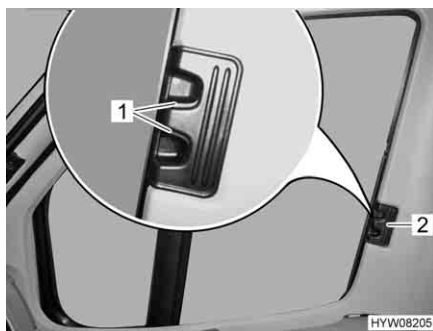

Fig. 86 Dispositif occultant plissé pour la fenêtre côté conducteur/passager
- Presser les poignées de déverrouillage (Fig. 86,1) et les maintenir pressées.
- Tirer les dispositifs occultants plissés pour les fenêtres côté conducteur et côté passager par la poignée (Fig. 86,2) vers l'autre côté de la fenêtre et les rassembler au niveau de la piste magnétique.
- Pousser les dispositifs occultants plissés pour les fenêtres côté conducteur et côté passager jusqu'à la butée au niveau de la poignée (Fig. 86,2).
- Lâcher les poignées de déverrouillage (Fig. 86,1) et les faire s'enclencher.